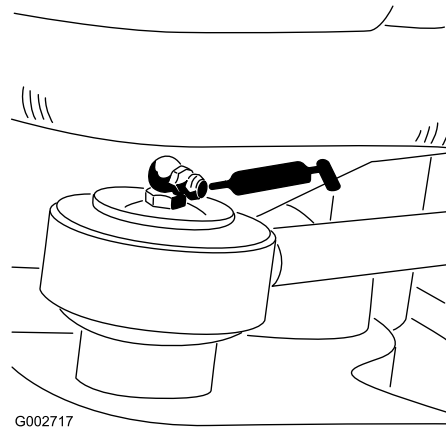

Figura 22
- estremità dell'asta del cilindro di sterzo (1) – solo modello 08705 (Figura 22)